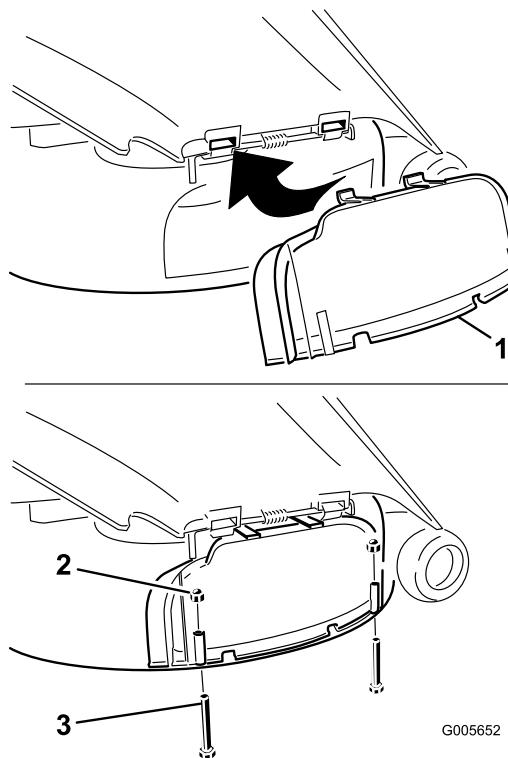

Figura 18
- Sollevate il deflettore d'erba e fate scorrere le linguette sopra il coperchio dello scarico sotto l'asta di ritenuta del deflettore d'erba. Ruotate il coperchio dello scarico verso il basso sull'apertura e sul bordo inferiore del tosaerba (Figura 18).
- 4. Fissate il coperchio dello scarico sul bordo inferiore del tosaerba con due bulloni (1/4 x 2-1/2 pollici) e due dadi (1/4 pollice) come indicato nella Figura 18.